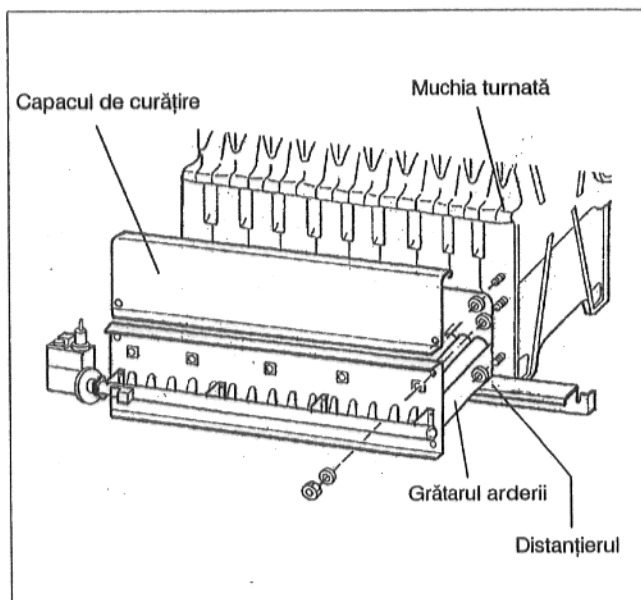

Fig. 22
- Se introduce arzătorul în camera de ardere. Racordul armăturii trebuie să se găsească la partea posterioară a cazanului (Fig. 22).
- Conductele de racord vor fi racordate fără curent electric la racordul de gaz (până la 225 kW: Rp 3/4, la 250 kW : Rp 1 1/4 la cazan (Fig. 22/23).